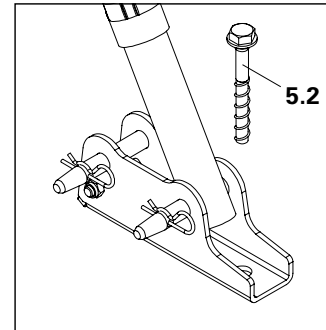

Fig. A2.16.1
3. Træk- og trykfast forankring i Rideplankens tværretning, f.eks. med Fodplade RSS og PERI Ankerbolt 20 x 130 (5.2). (Fig. A2.16.1)